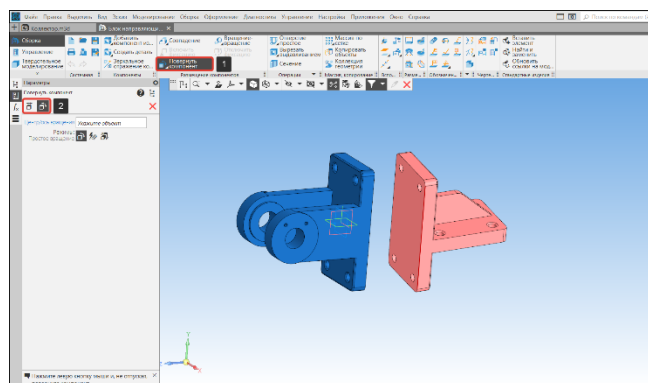

Рисунок 305 – Перемещение компонента
- Нажмем на кронштейн левой кнопкой мыши и, зажав кнопку, начнем вращать компонент. Развернем кронштейн как показано на Рисунок 305;
- Нажмем на кронштейн левой кнопкой мыши и, зажав кнопку, начнем перемещать компонент. Переместим кронштейн как показано на Рисунок 305;